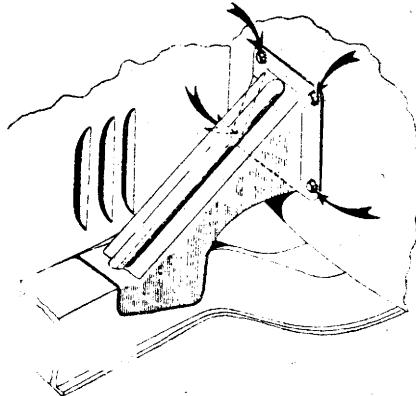

Рис. 4. Болты крепления подкосов.
6. Подтянуть восемь болтов крепления подкосов, идущих от лонжеронов к переднему щиту (рис. 4).